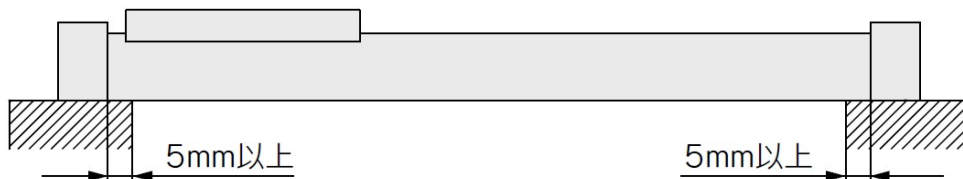

図2
- ・ シリンダの両端固定部はシリンダチューブ下面に5mm以上接する取付面を設けてください。（図2参照）